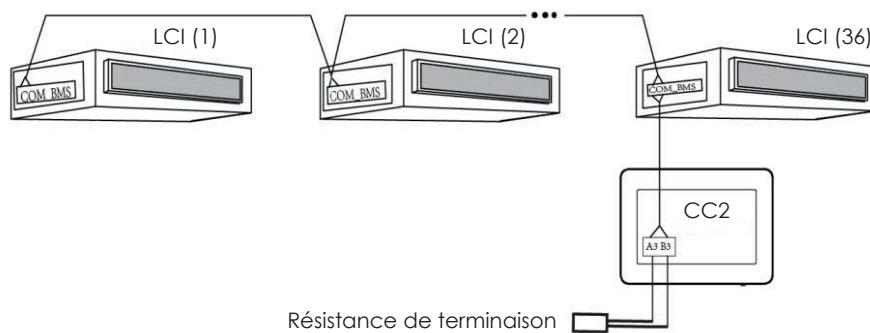

Fig. 3.7 Contrôleur centralisé branché à des systèmes LCI
2. Brancher (en utilisant un câble ayant les caractéristiques spécifiées au paragraphe 3.1) les bornes A3 et B3 sur le contrôleur, au port COM\_BMS sur l'unité intérieure (les unités intérieures LCI possèdent deux ports COM\_BMS, l'un pour la communication des unités intérieures et l'autre utilisable pour le branchement du contrôleur centralisé) ; il faut rappeler qu'il est nécessaire de brancher la résistance de terminaison comme illustré dans le schéma de la Fig. 3.7.